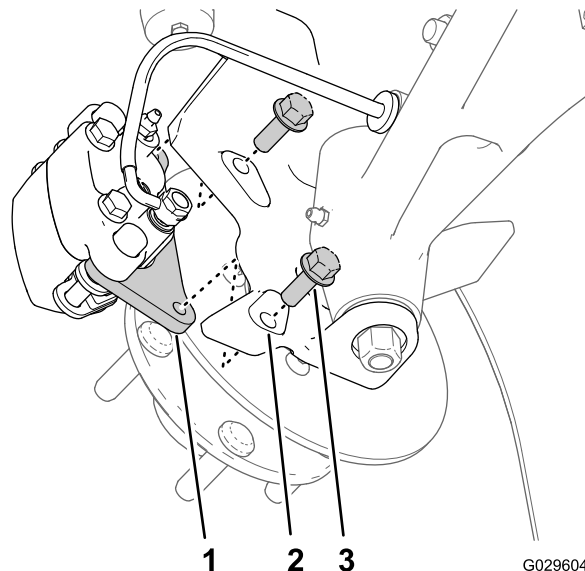
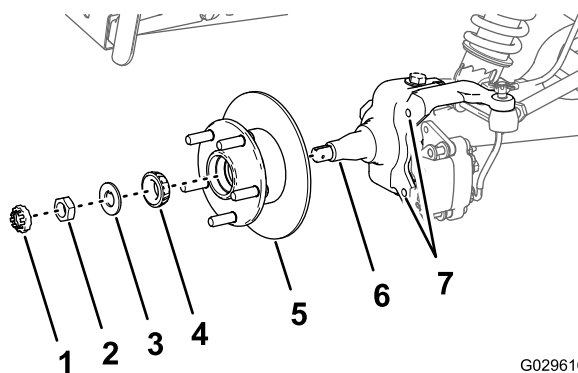

Figura 28
Figura 32
3. Retire los pernos con arandela prensada (3/8" x 1") que sujetan el soporte del conjunto de freno al eje, y separe el freno del eje (Figura 28).
1. Aplique una ligera capa de grasa del tipo especificado en el eje (Figura 32).
2. Monte el cubo y el rotor en el eje con el rotor hacia dentro (Figura 32).
3. Monte el cojinete exterior en el eje y acople el cojinete al anillo de rodadura exterior (Figura 32).
4. Monte la arandela con pestaña en el eje (Figura 32).
5. Enrosque la tuerca en el eje, y apriete la tuerca mientras gira el cubo (Figura 32).
- Alinee las pastillas de freno en cada lado del rotor (Figura 28) y los taladros del soporte de la pinza con los taladros de montaje del freno de la mangueta (Figura 32).
- Monte el soporte de la pinza en la mangueta (Figura 28) con los 2 pernos con arandela prensada (3/8" x 1"), y apriete los pernos a 47–54 N·cm.